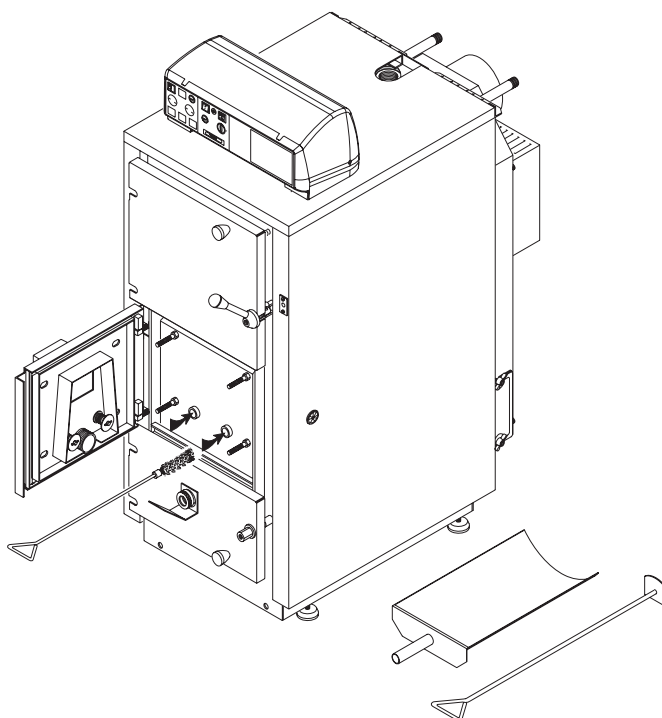

fig. 27
- 2) Vérifier que les deux orifices de passage de l'air secondaire qui débouchent dans les canaux formés par les 2 collecteurs ou barreaux en fonte, ne soient pas obstrués : dans ce cas, nettoyer au moyen d'un **écouvillon souple** chacun des orifices de passage après avoir ouvert la porte intermédiaire de distribution d'air et cela, comme indiqué sur la fig. 27.
### **Nettoyage de la distribution d'air primaire et secondaire** (fig. 27).